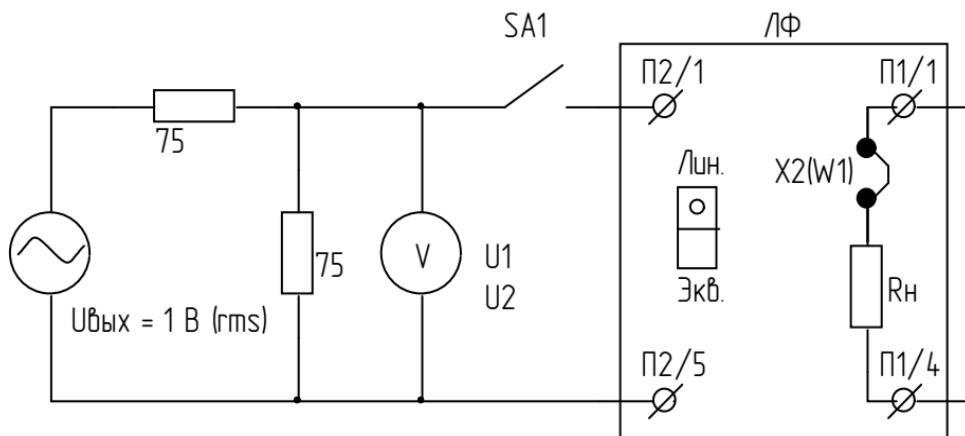

Рисунок 8.9.1 – Электрическая схема измерений
4) Собрать схему проведения измерений (см. рисунок 8.9.1, 8.9.2);
- 4) Собрать схему проведения измерений (см. рисунок 8.9.1);